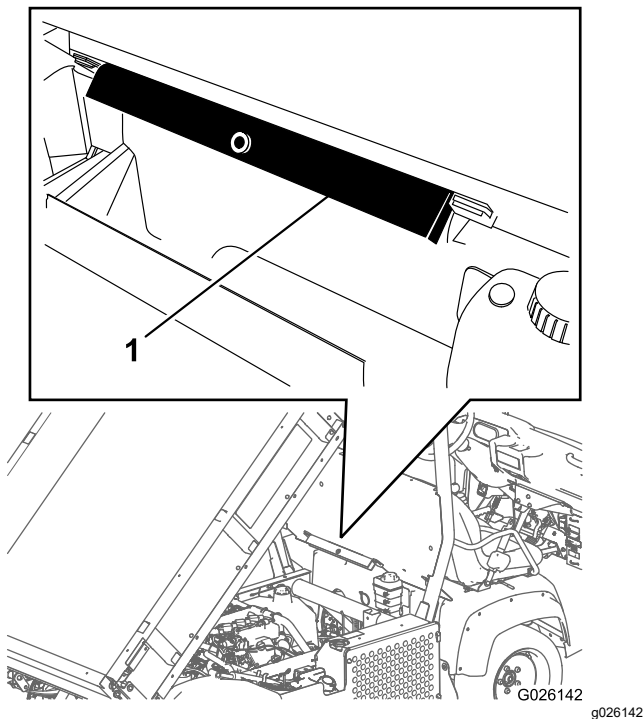

Bild 21
- Nehmen Sie die Ladepritschenstütze aus den Lagerhalterungen hinten an der Überrollschutzplatte (Bild 21).